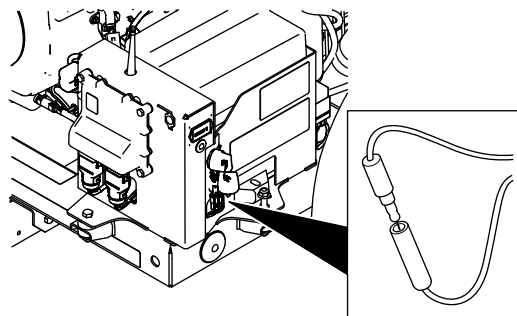

Bild 55
2. Ziehen Sie den einpoligen Stecker von der Einzelsteckdose ab (Bild 55).